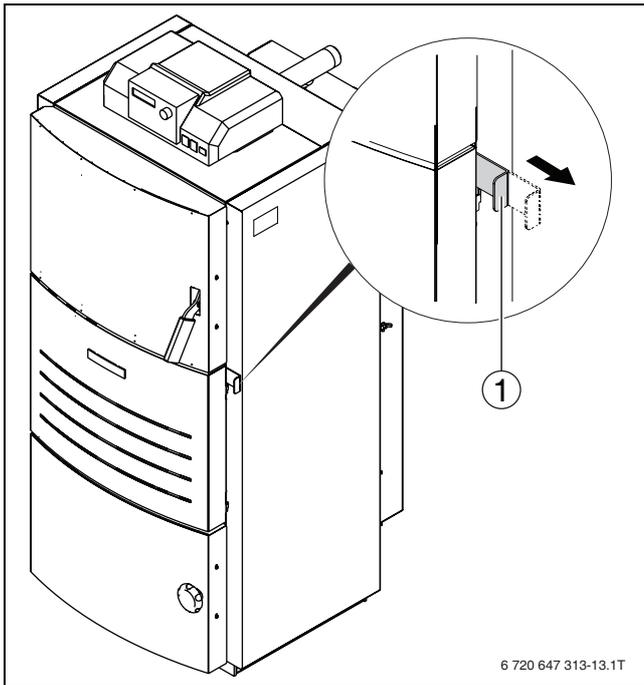

Fig. 13 Apertura della saracinesca d'accensione
- ▶ Aprire la saracinesca d'accensione (→ fig. 13, [1]).